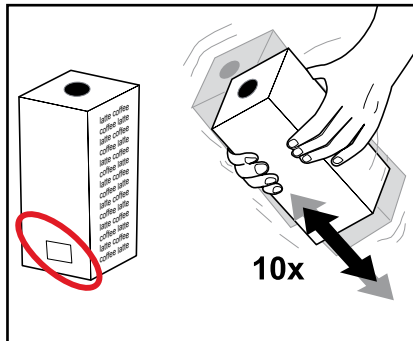

Fig. 2
- Osservare la data di scadenza stampata sulla confezione (fig. 2).
2. Prima di utilizzare le confezioni di prodotto nell'apparecchio, agitarle bene almeno 10 volte. (Fig. 2)